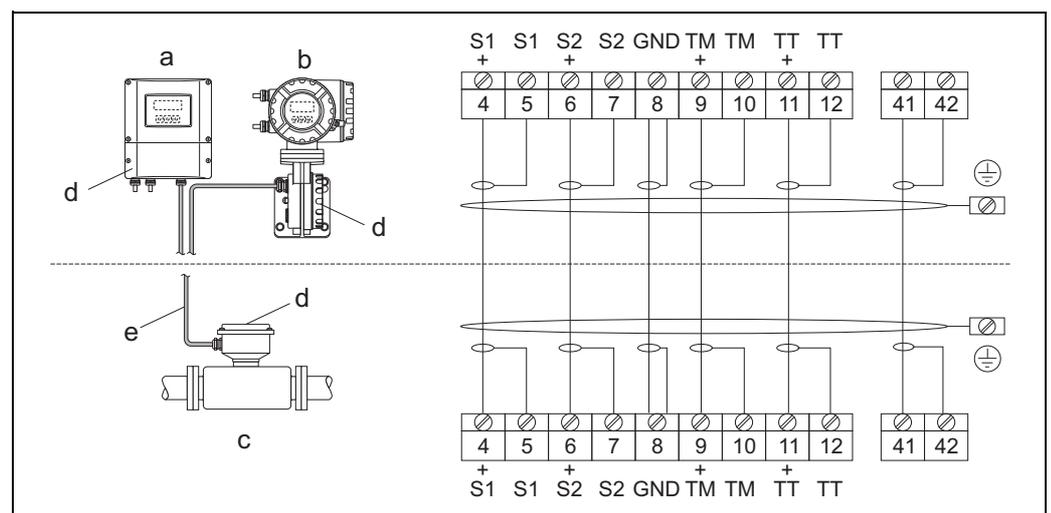

Fig. 20: Raccordement de la version séparée
3. Procéder au câblage entre le capteur et le transmetteur selon schéma électrique (voir Fig. 20 ou schéma de raccordement dans le couvercle à visser).